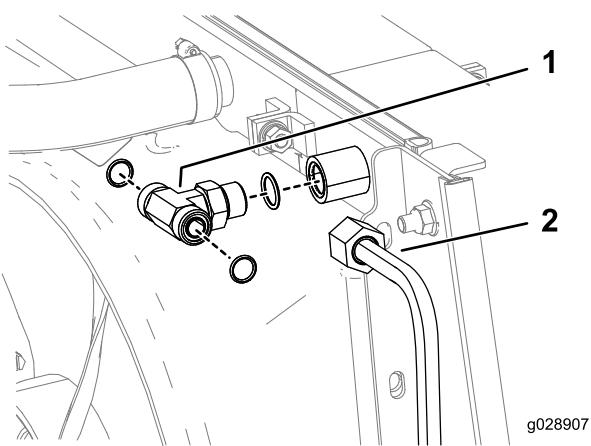

Figura 8
2. Ligue o tubo do refrigerador de óleo à porta da união em T (Figura 8).